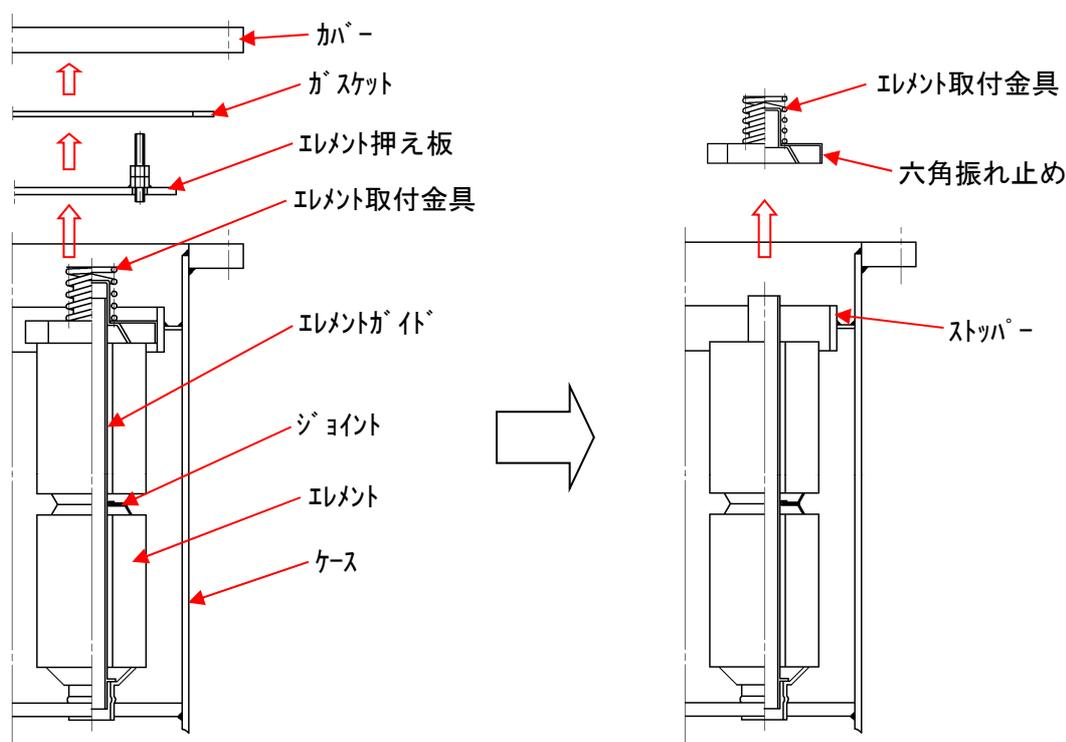
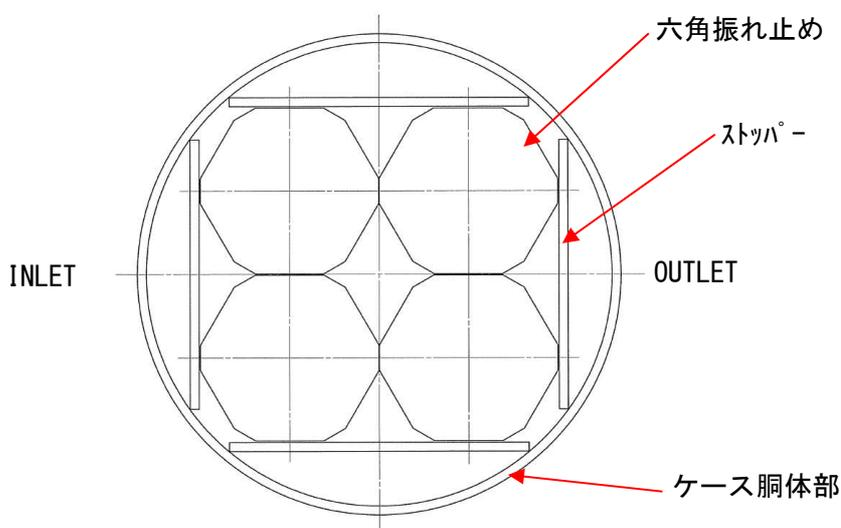

図4 カバーの取外し
図6 六角振れ止めの配置方法例（エレメント配置数4の場合）
【1】カバーの取外し（図4参照）
- ① 5.【2】項「エレメントの取外し」の逆の手順で組付けてください。
- ② エレメント取付金具をセットする際には、六角振れ止めをケースのストッパーの内側に図4及び図6のように配置してください。